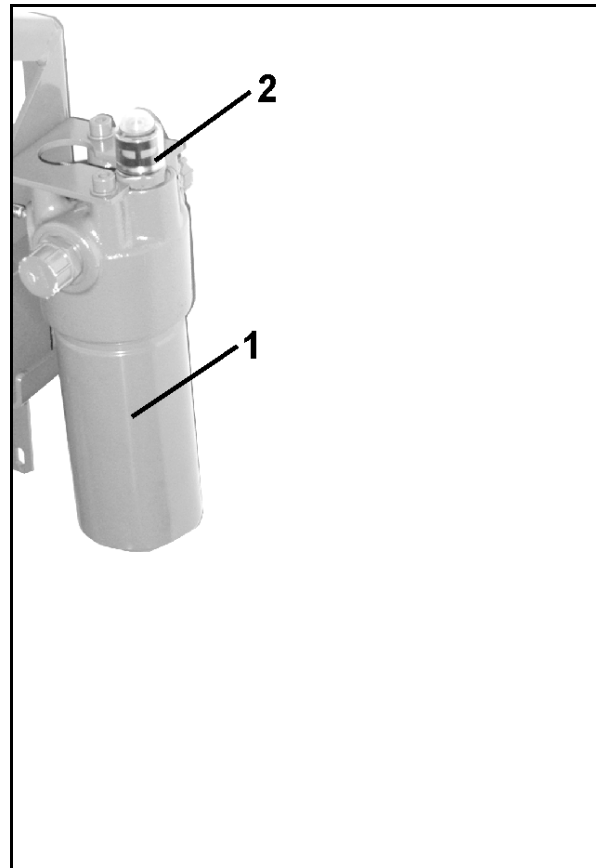

Bild 163
1. Skruva loss magnethättan (Bild 163/1).
2. Ta av magnetspolen (Bild 163/2).
3. Dra ut ventilspindeln (Bild 163/3) med ventsäten och rengör med tryckluft eller hydraulikolja.